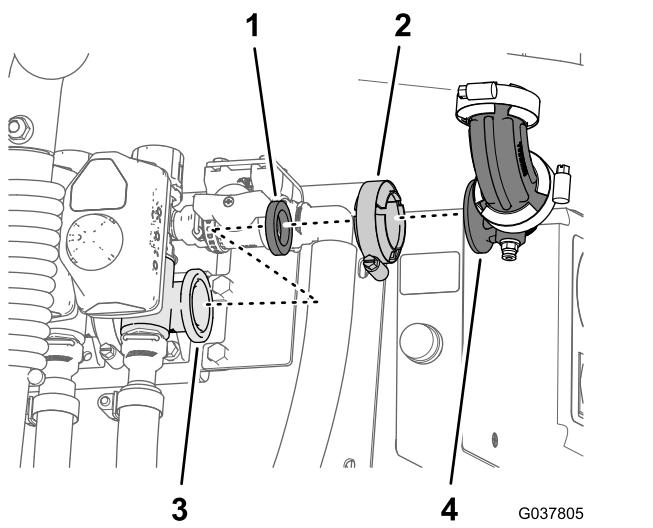

Figura 89
1. Retire a braçadeira da flange, o conjunto do cotovelo de 90° e a junta na flange da válvula da secção da rampa direita (**Figura 89**).